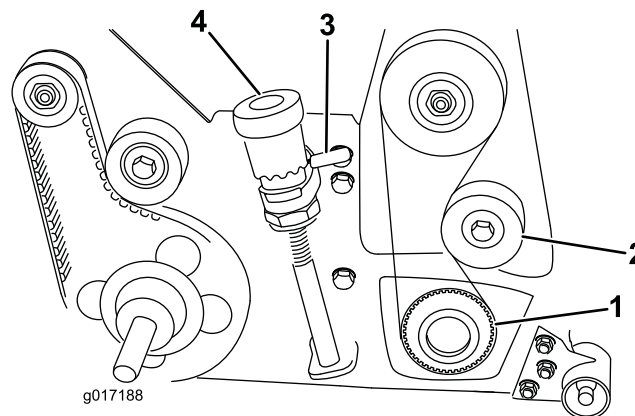

Figura 11
26. Usando una llave de carraca de 1/2 pulgada y una extensión, vuelva a instalar la polea motriz y la correa en el eje del molinete (Figura 11). Utilice un taco de madera para evitar que gire el molinete. Apriete la polea a 54–81 N-m (40–60 pies-libra).
29. Compruebe el montaje del acondicionador. Gire ambas palancas de elevación rápida hacia arriba para elevar el molinete acondicionador a su posición de transporte (Figura 11). Corrija cualquier problema y compruebe el conjunto de nuevo.